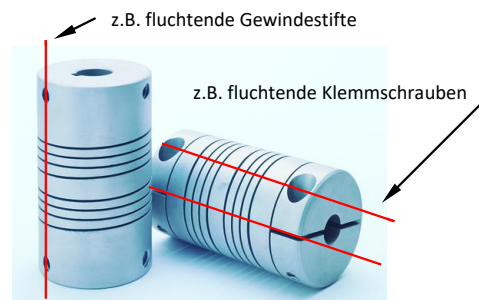

Abbildung 8.2: Position Gewindestift / Klemmschrauben
Torsionsspannung ist erkennbar durch die Winkelposition der entsprechenden Enden- Bearbeitungen. Die jeweilige Position sollte für beide Enden vor und nach der Montage in der gleichen Flucht liegen (siehe Abbildung 8.2). Ist bei der Montage eine Kupplungsseite frei bewegbar (kein Drehmoment) stellt sich die korrekte Position von selbst ein.
- Die Gewindestifte/Klemmschrauben sollen der gleichen Flucht liegen (siehe Abbildung 8.2).